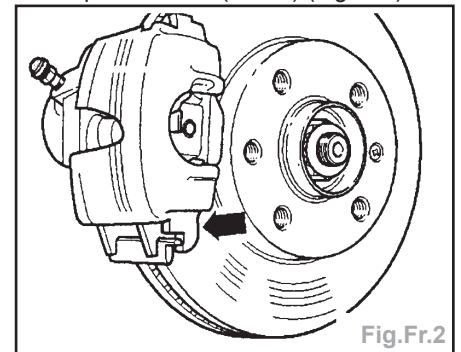

Fig.Fr.2
- Mettre en place le boîtier d'étrier d'abord à sa partie basse (flèche) (Fig.Fr.2).